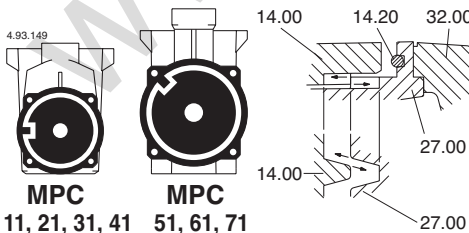

Abb. 6 Montagenumfür Zusammenbau Pumpengehäuse (14.00) - Diffusordeckel (27.00)
**Bei der Montage vom Motor mit Laufrad sich vergewissern, daß die Nase im Pumpengehäuse (14.00) in der Nut des Diffusor-Deckels (27.00) einrastet (Abb. 6).**